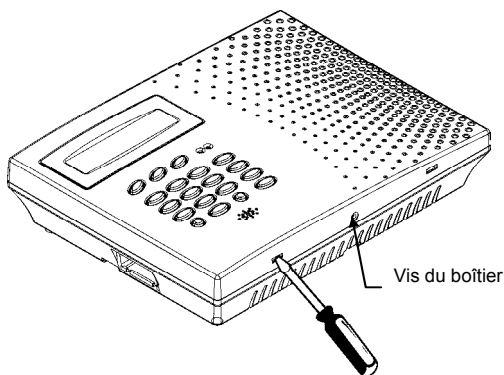

Figure 2.4: Ouverture du boîtier
1. Débranchez l'alimentation en courant alternatif (CA) du panneau de contrôle du ProGuard800.
3. À l'aide d'un tournevis, pressez délicatement les languettes de retenue tel qu'illustré à la Figure 2.4.
7. Branchez le petit câble plat entre la carte de circuit imprimé du GSM800 (5) et la carte de circuit imprimé du panneau de contrôle (carte principale).
8. Mettez la carte SIM en place dans son support (1).